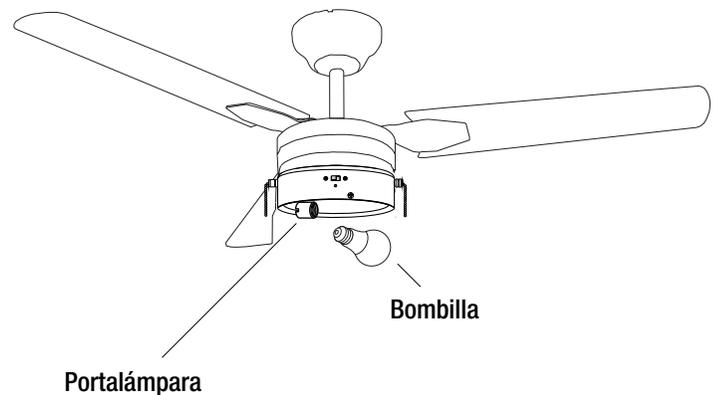

Figura 15
- Coloque una bombilla de luz (9.5 W máx., LED, base enroscable mediana) al portalámpara (Figura 15).